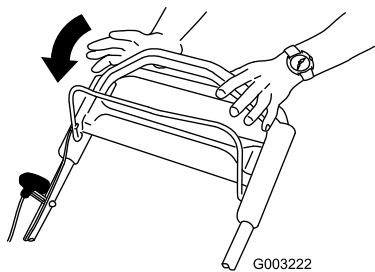

Figura 17
1. Rilasciate la barra di comando della lama (Figura 17).